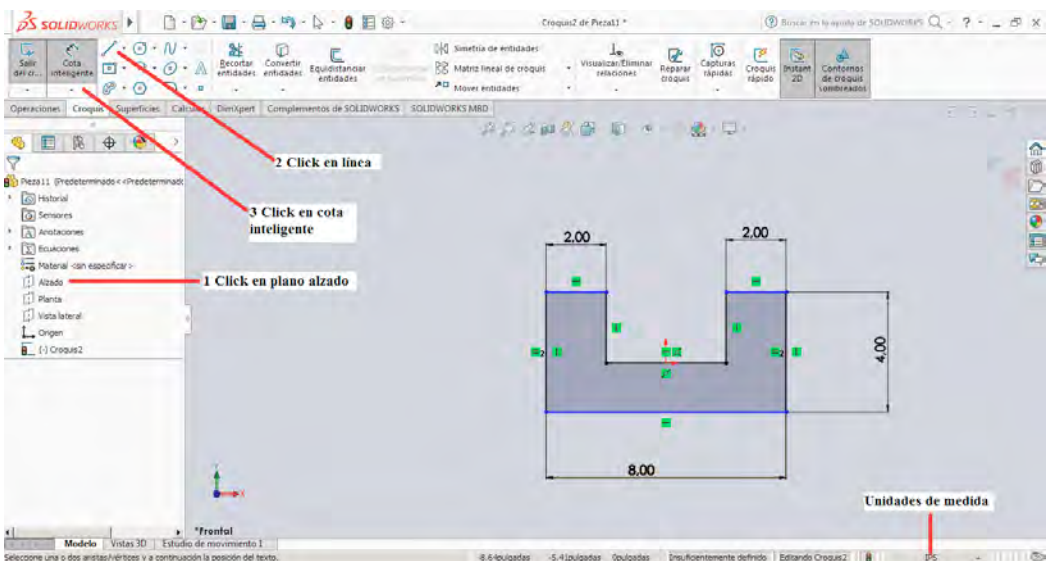

Figura 2-34
2. Click en **Línea** para comenzar el dibujo de croquis y se realiza el esquema que se muestra en la figura 2-34